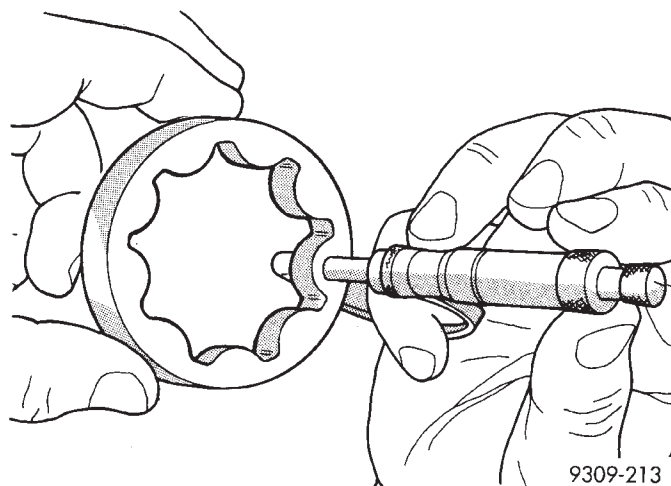

Fig. 101 Medición del espesor del rotor externo
(3) Mida el espesor y el diámetro del rotor externo. Si el espesor del rotor externo mide 9,40 mm (0,370 pulg.) o menos (Fig. 101), o si el diámetro es de 79,95 mm (3,148 pulg.) o menos, reemplace el rotor externo.